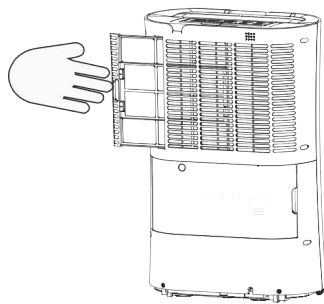

Рис. 6
3. Извлеките из прибора фильтр предварительной очистки воздуха (12) и картридж угольного фильтра (14), вытянув их воздухозаборной решетки (7) (рис. 6).